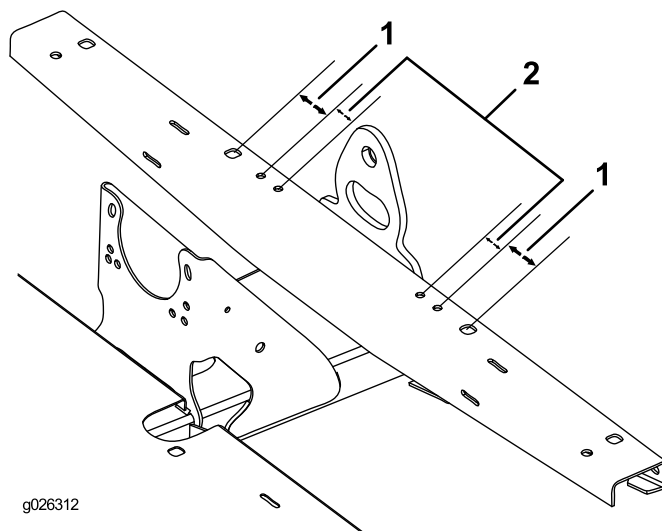

Рисунок 8
3. Используя размеры, показанные на Рисунок 8, определите, отметьте местоположение и